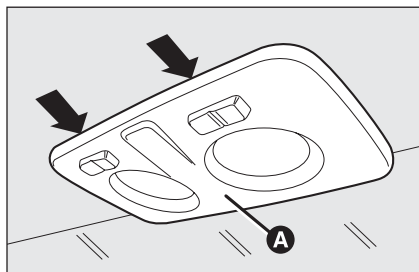
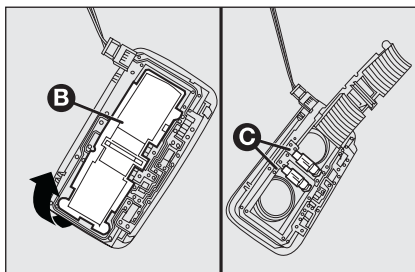

fig. 38
fig. 39
- ☐ intervenga en los puntos indicados por las flechas y quite la lámpara de techo **A-fig. 38**;
- ☐ abra la tapa de protección **B-fig. 39**;
- ☐ vuelva a cerrar la tapa **B-fig. 39** y fije la lámpara de techo **A-fig. 38** en su alojamiento asegurándose de que quede bloqueada correctamente.